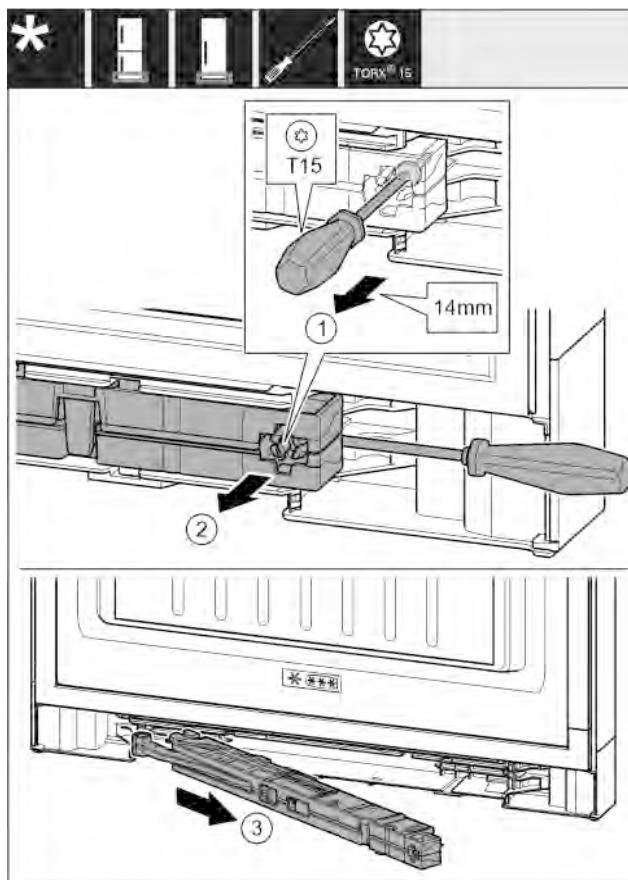

Fig. 14
- ▶ Ослабьте винт на узле амортизатора с помощью отвертки Т15 примерно на 14 мм. Fig. 14 (1)
- ▶ Переместите отвертку со стороны ручки за узел амортизатора. Поверните узел вперед. Fig. 14 (2)
- ▶ Извлеките узел. Fig. 14 (3)